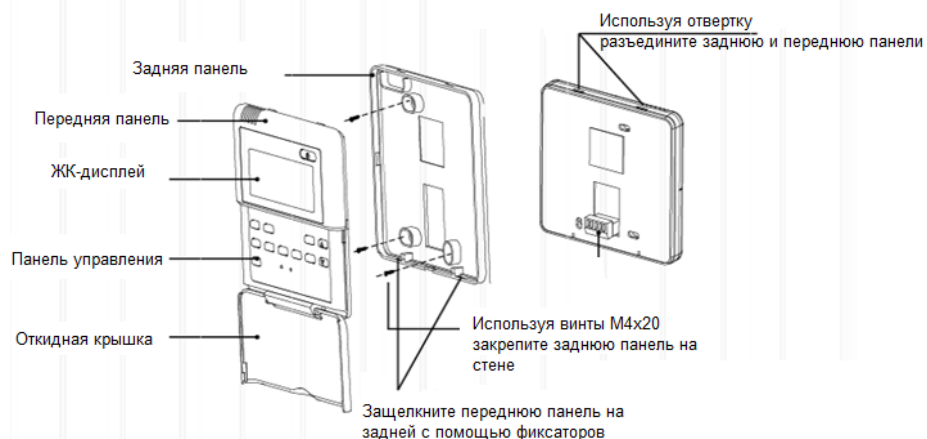

Рис.3-7
3.2.4 Установка проводного пульта на стене (рис.3-7)